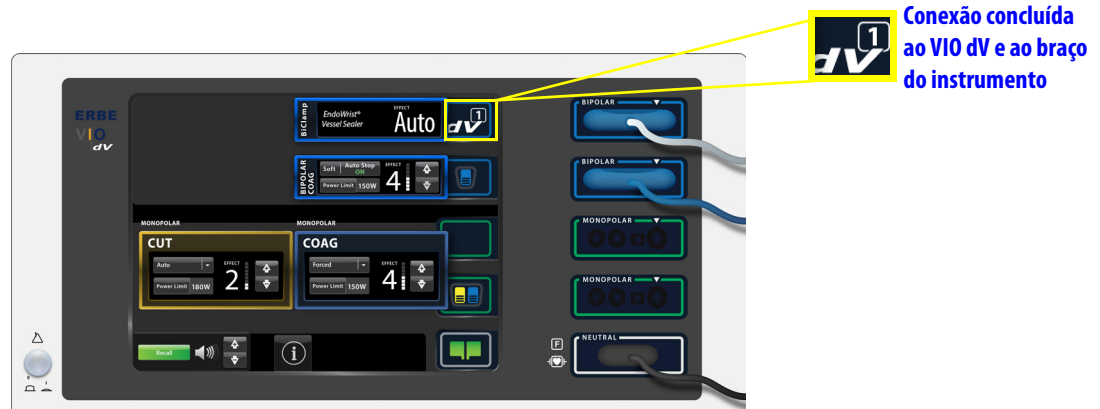

Figura 3.4 Mensagem Extensão de Selador de Vasos completamente conectada
- Verifique e certifique-se de que o cabo do instrumento esteja totalmente conectado à porta de instrumento Bipolar no VIO dV. Certifique-se de que o cabo não esteja instalado de ponta-cabeça, alinhando a seta no conector com a seta na porta de conexão do VIO dV (Figura 3.4).
- Quando o instrumento estiver totalmente conectado, o ícone que indica o número do braço atribuído ao instrumento aparecerá na tela do gerador (Figura 3.4).